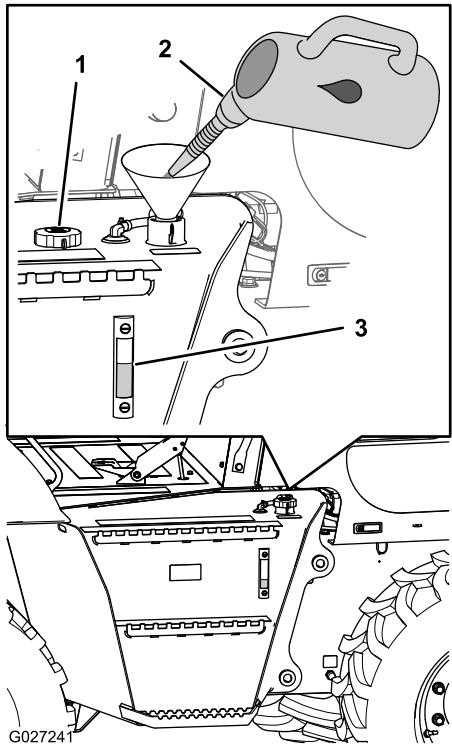

Figura 26
3. Verifique o nível de fluido hidráulico no visor de nível na lateral do reservatório hidráulico (Figura 26).
4. Caso o nível de óleo hidráulico não esteja visível no visor de nível, remova a tampa do tubo de enchimento (Figura 26), adicione o óleo hidráulico especificado até o nível atingir o ponto intermediário do visor de nível e, então, instale a tampa do tubo de enchimento.